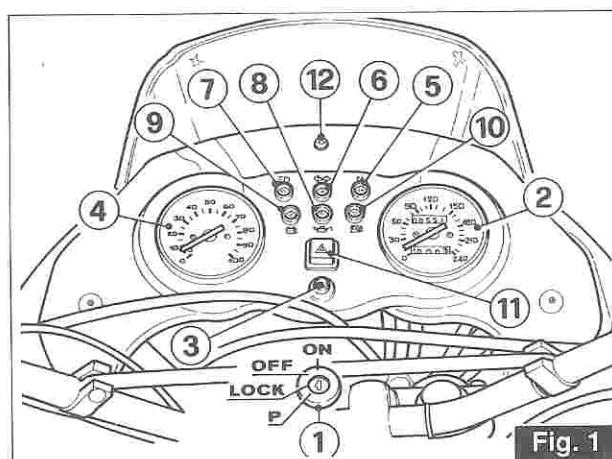

Fig. 1
Quadro di controllo (fig. 1)
Control panel (fig. 1)
Con chiave «1» di fig. 1 (posizione «ON»), il veicolo è pronto per l'avviamento.
- Fermato il motore, ruotare la chiave del commutatore di fig. 1 in posizione «OFF» ed estrarre la chiave dal commutatore.
With the key «1» in fig. 1 (position «ON»), the vehicle is ready for starting. To start the engine:
Once the engine has stopped, turn the key switch (fig. 1) until «OFF»; remove the key from the switch.